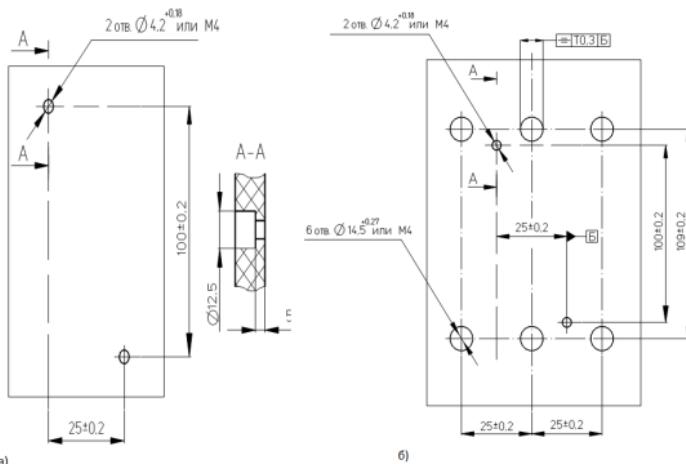

Рисунок 3 – Расположение отверстий для крепления выключателя:
- выполнить в конструкции, к которой крепится выключатель, отверстия (см. рисунок 3а);